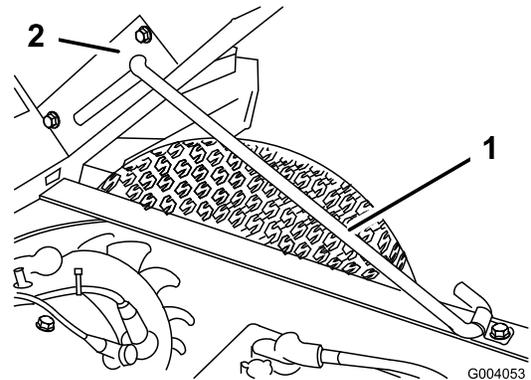

Figure 27
2. Placez la béquille de maintien dans la fente de verrouillage pour bloquer le plateau en position (Figure 27).